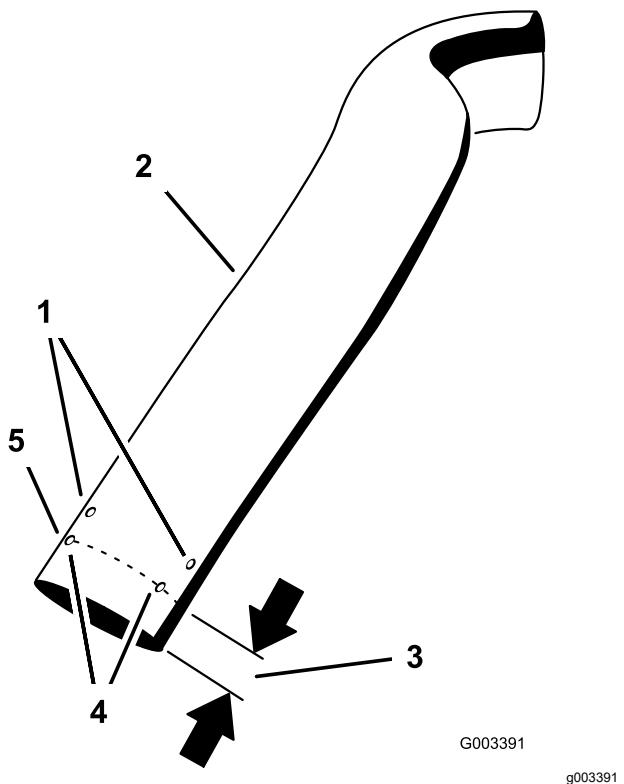

Figura 18
- Mida 89 mm (3½") desde la parte inferior del tubo superior. Utilice los 3 orificios existentes como marcas y luego márquelos en varios lugares para crear una línea alrededor del tubo (Figura 18).
- Corte los 89 mm (3½") del tubo superior (Figura 18).